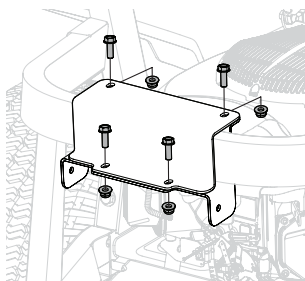

Figura 6
- Sujetando ambos soportes en su lugar, ajuste pero no totalmente el conjunto alrededor del tubo del bastidor con cuatro tornillos de cabeza hexagonal (710-1238) y cuatro tuercas de seguridad (712-04063). Consulte la Figura 6.